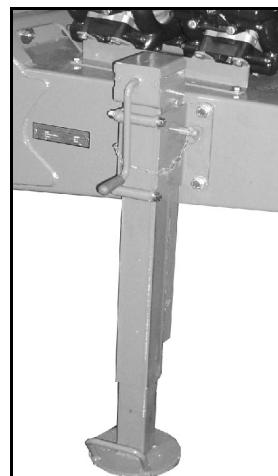

Fig. 50
- Picioarul de sprijin coborât (Fig. 50) în cazul mașinii decuplate.